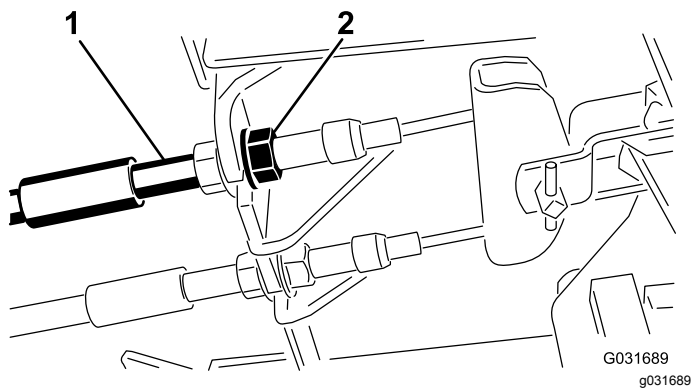

Figura 52
1. Per ridurre il gioco dei pedali del freno, stringete i freni allentando il dado anteriore sull'estremità filettata del cavo del freno (Figura 52).